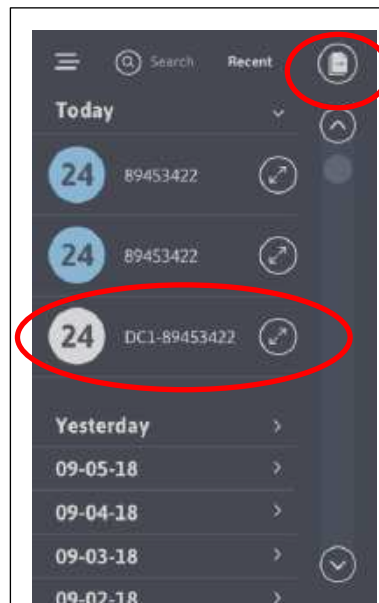

Рис. 18
В подменю «Журнал результатов» самые последние результаты анализа отображаются первыми. На рис. 18 показаны иконки, перечисленные слева направо, сверху вниз.
- 4) Иконка «Документы» в правом верхнем углу предназначена для экспорта записей за последние 7 дней путем печати или в электронной форме через USB (рис. 18).